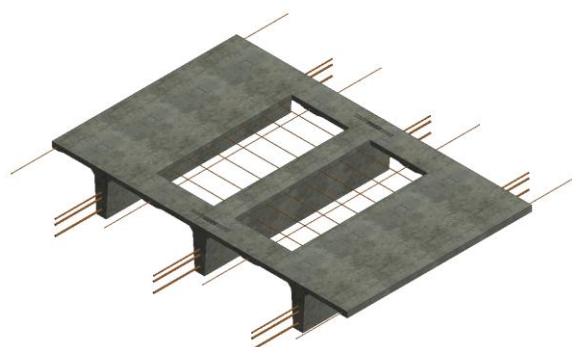
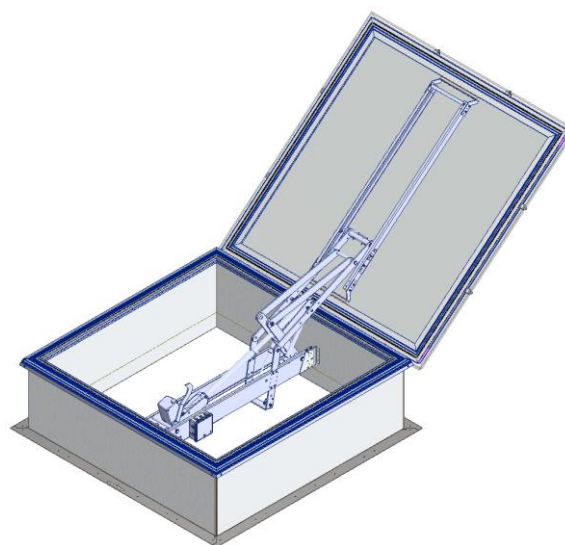
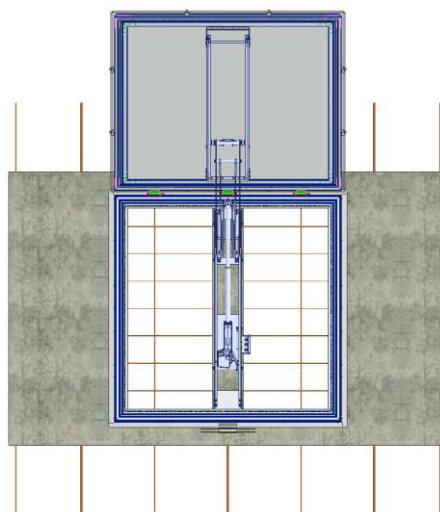

Figure 22: Voûte TT(X) avec ouverture
Figure 23: WiNa Stairvent avec moteur central
Figure 24: Moteur du WiNa Stairvent aligné avec la nervure de la voûte TT(X)
Comme une nervure reste présente dans les voûtes TT(X) après la création d'une ouverture dans la voûte TT(X) (Figure 22), seul le WiNa Stairvent avec moteur central (Figure 23) peut être utilisé ici afin de garantir une surface aérodynamique suffisante. Veillez à ce que le moteur soit aligné avec la nervure (Figure 24).